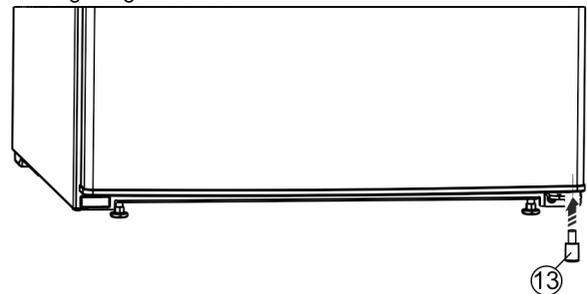

Fig. 24 *
- ▶ Das Distanzteil Fig. 24 (13) wieder rechts unten in die Tür einsetzen, weil es wichtig für die Standfestigkeit des Geräts ist.*